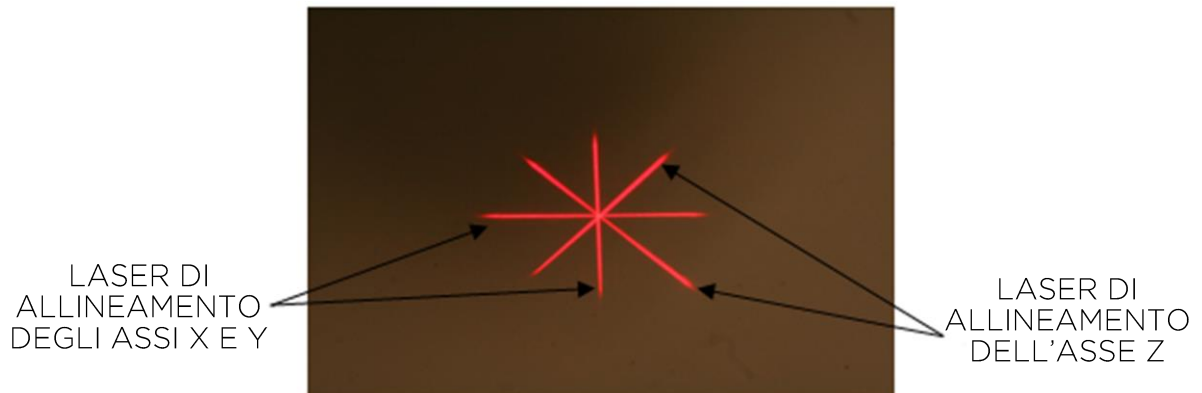

Figura 3-23. Allineamento dei reticoli rossi degli assi X e Y e dell'asse Z
- Il sistema KXL ha due laser di allineamento, come mostrato nella Figura 3-23.